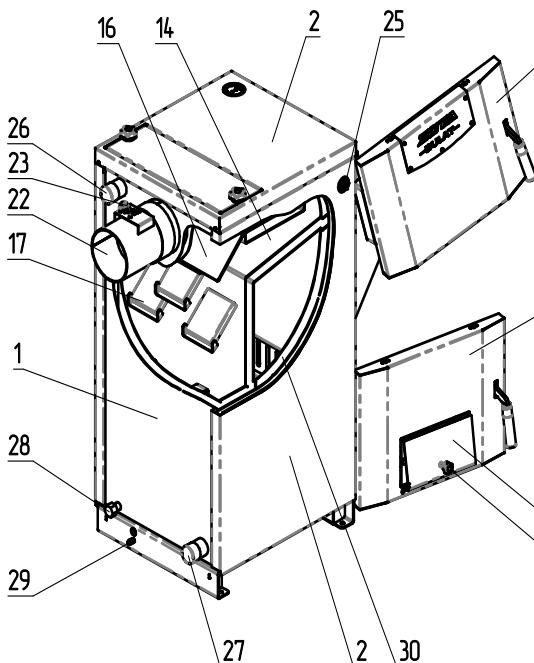

Рис.1 Конструкция отопительного котла
5.1. Котел (рис.1) состоит из корпуса (поз. 1), топки (поз.13), дымохода (поз.22). В нижней части топки устанавливаются колосники (поз. 19) и зольный ящик (поз.20). К передней стенке корпуса котла на оси присоединяются шуровочная дверца (поз.18), поддувальная дверца (поз.6), через которые производится растопка котла, чистка колосниковой решетки (поз.19) и удаление золы из зольника.
Внимание! Не допускается эксплуатация котла, без установленной заслонки Рис.1 поз.15. Эксплуатация котла без установленной заслонки приводит к прогоранию и деформации водонеохлаждаемых поверхностей котла. Котел не выходит на номинальную мощность. В случае нарушений условий эксплуатации котла, рекламации не принимаются.
- Откройте заглушку вертикального канала теплообменника поз.11 Рис.1 и уберите заслонку 2 дымоотводную поз.16 Рис.1.
- После установки шамотных кирпичей установите заслонку 2 дымоотводную поз.16 Рис.1 и заглушку вертикального теплообменника поз.11 Рис.1.
5.3. Проверьте установку заглушки вертикального канала теплообменника (поз.11) Рис.1, крышка должна лежать на окне плотно и без зазоров.